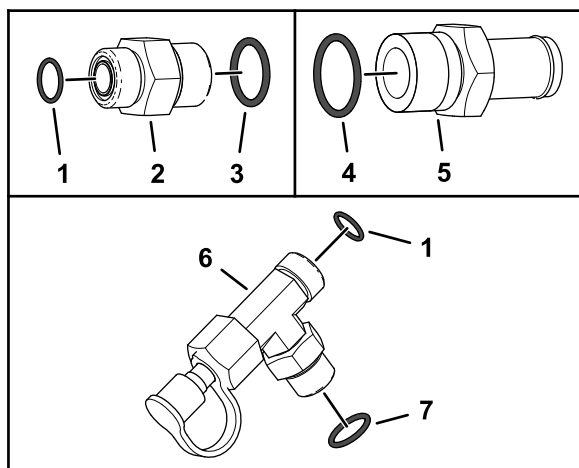

Figura 107
1. Trabajando con los 3 acoplamientos hidráulicos que retiró en Retirada de los acoplamientos hidráulicos de la bomba (página 43), retire las 5 juntas tóricas indicadas en Figura 107.
2. Instale una junta tórica nueva de 7.6 mm/1.8 mm (0,301"/0,070") y una junta tórica de 15.6 mm/1.8 mm (0,614"/0,070") en las ranuras del acoplamiento recto (5/8" x 3/4"), como se muestra en la Figura 107.
3. Instale una junta tórica nueva de 29.7 mm/2.9 mm (1.171"/0.116") en la ranura del acoplamiento dentado (Figura 107).
4. Instale una junta tórica nueva de 7.6 mm/1.8 mm (0.301"/0.070") y una junta tórica de 16.4 mm/2.3 mm (0.644"/0.090") en las ranuras del acoplamiento en T (Figura 107).